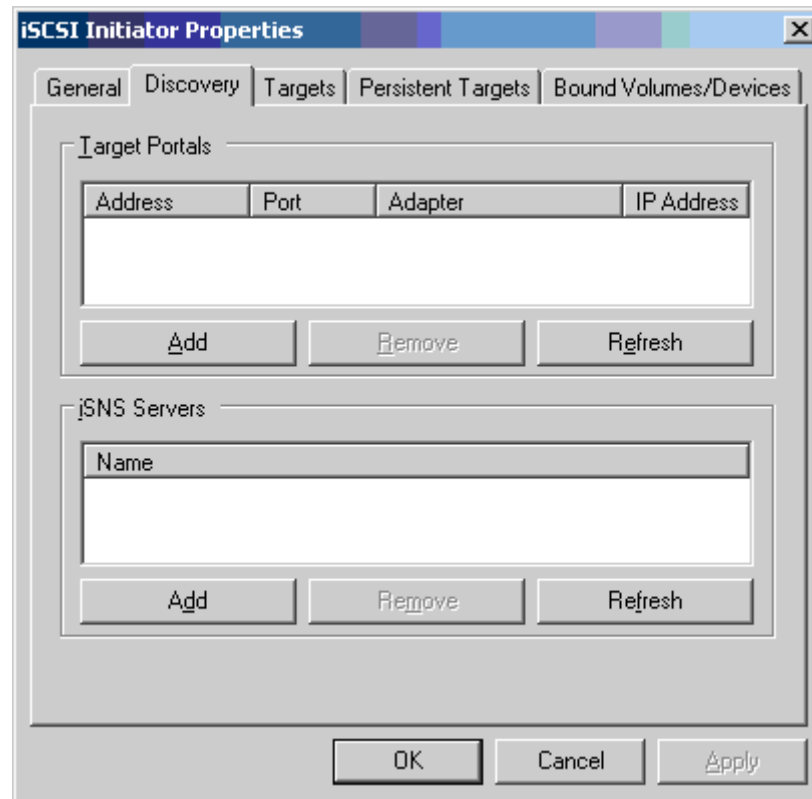

Ilustración 10-9. Propiedades del iniciador iSCSI: Página Discovery (Detección)
4. En iSCSI Initiator Properties (Propiedades del iniciador iSCSI) (Ilustración 10-9), haga clic en la pestaña **Discovery** (Detección) y, a continuación, en **Target Portals** (Portales de destino), haga clic en **Add** (Agregar).